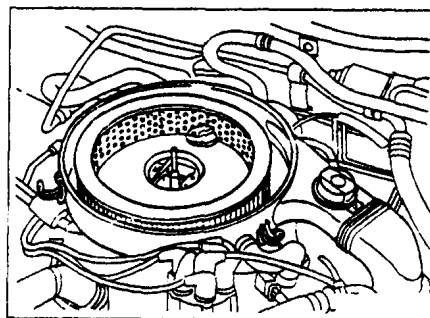

图 1-17
(1) 粘性纸型：在一次大修期间内，粘性纸型的空气滤芯不需要清洁。
• 图 1-17 为空气滤清器滤芯安装情况。
(2) 干纸型：在推荐间隔时间内，清洁或更换滤芯是有必要的，在多尘地点作业时，要勤清洁或